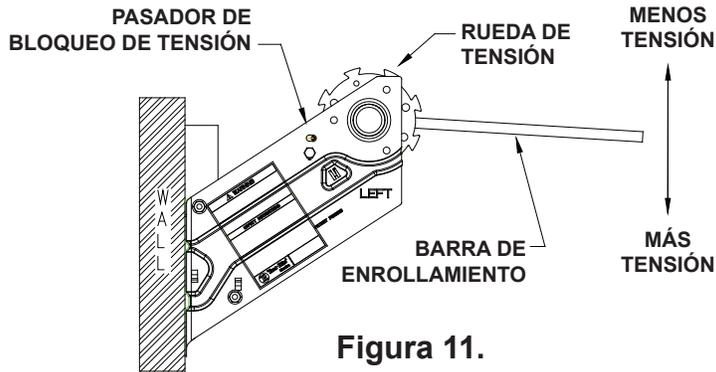

Figura 11.
10.2 Para agregar tensión, inserte la barra de enrollamiento y muévala hacia abajo hasta que la rueda dentada haga clic después de 1/8 de vuelta. Muévelo levemente hacia arriba hasta que la rueda dentada se trabe donde corresponde. (Véase la Figura 11.)